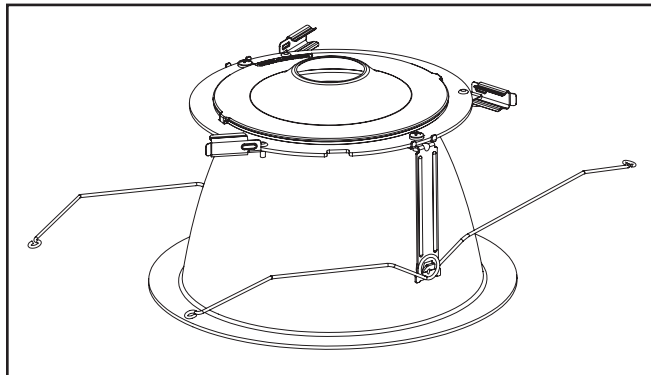

Figura 5.
1. Retire el borde inferior del embalaje protector. Gire los clips laterales (3) hacia afuera (Figura 5). Retire el motor del LED del embalaje protector.